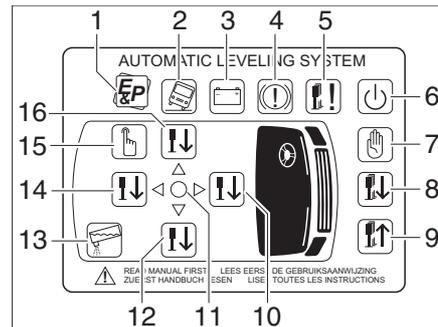

Bild 31 Bedienteil Hubstützen
- Ein/Aus-Schalter (Bild 31,6) drücken.
- Taste Vorderseite (Bild 31,10) fünf Mal drücken.
- Taste Rückseite (Bild 31,14) fünf Mal drücken. Alle LEDs blinken.
- Taste Stützen einziehen (Bild 31,9) drei Mal drücken und 20 Sekunden warten. Der Nullpunkt ist gespeichert.
■ Ein/Aus-Schalter (Bild 31,6) drücken. Die LED mit dem Firmenlogo (Bild 31,1) leuchtet auf.
■ Taste automatische Bedienung (Bild 31,8) drücken. Wenn die grüne LED Niveau (Bild 31,11) leuchtet, ist der Abstützvorgang abgeschlossen.
■ Ein/Aus-Schalter (Bild 31,6) drücken, um das System auszuschalten.
■ Ein/Aus-Schalter (Bild 31,6) drücken.
■ Taste manuelle Bedienung (Bild 31,7) so lange drücken, bis die LEDs in den Richtungspfeilen leuchten.
■ Taste Vorderseite (Bild 31,10) drücken, bis die Stützen den Boden erreichen.
■ Taste Rückseite (Bild 31,14) drücken, bis die Stützen den Boden erreichen.
■ Wenn der Pfeil zur Vorderseite des Fahrzeugs zeigt: Taste Vorderseite (Bild 31,10) so lange drücken, bis der Pfeil erlischt.
■ Wenn der Pfeil zur Rückseite des Fahrzeugs zeigt: Taste Rückseite (Bild 31,14) so lange drücken, bis der Pfeil erlischt.
■ Wenn der Pfeil zur linken Seite des Fahrzeugs zeigt: Taste linke Seite (Bild 31,16) so lange drücken, bis der Pfeil erlischt und die LED Niveau (Bild 31,11) aufleuchtet.
■ Wenn der Pfeil zur rechten Seite des Fahrzeugs zeigt: Taste rechte Seite (Bild 31,12) so lange drücken, bis der Pfeil erlischt und die LED Niveau (Bild 31,11) aufleuchtet.
Stützen einfahren: ■ Ein/Aus-Schalter (Bild 31,6) drücken.
■ Taste Stützen einziehen (Bild 31,9) kurz drücken (automatische Bedienung) oder gedrückt halten, bis die Stützen ganz eingefahren sind (manuelle Bedienung).